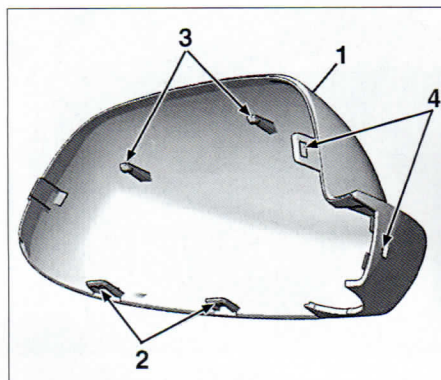
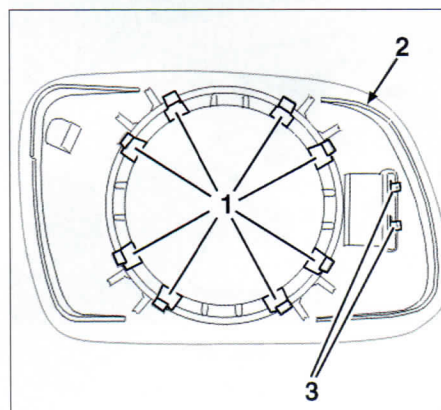

FIG. 28
FIG. 29
- con un útil plano, desenganchar delicadamente la carcasa (1) en el orden (2, 3 y 4) (**fig. 28**).
- separar y desmontar la carcasa del retrovisor (1).
- Con un útil plano, desenganchar las pestañas (1) de fijación de la luna del retrovisor (2) (**fig. 29**).
- Separar la luna del retrovisor (2).
- Desconectar las conexiones eléctricas (3).